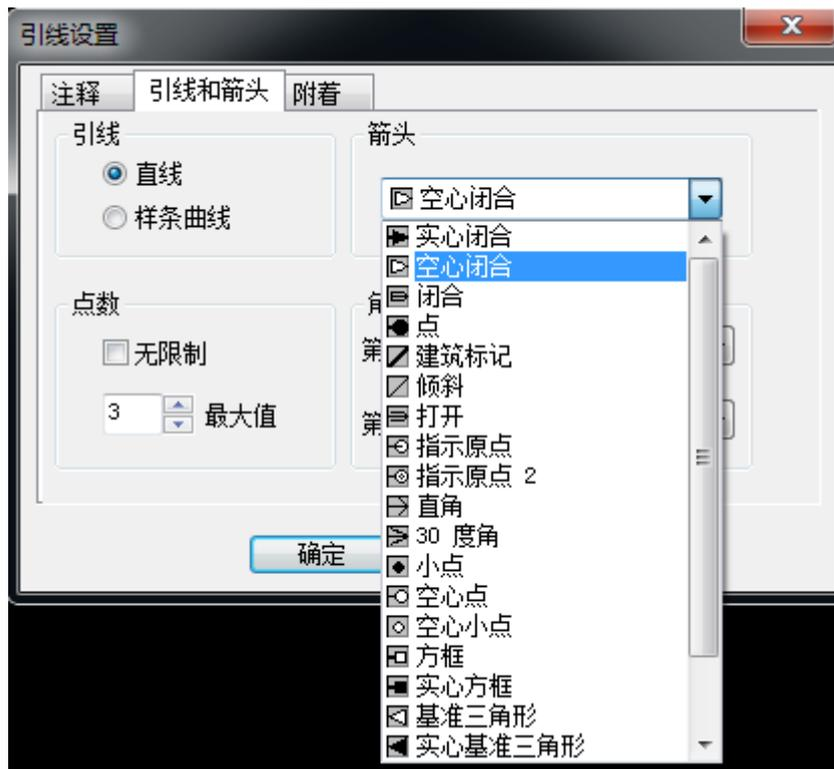

图 8-20 引线设置的“引线和箭头”选项卡及部分箭头样式
快速引线允许自定义引线和箭头的类型，如图 8-20 所示。选项卡中各项选项含义如下：
**箭头：**提供多种箭头类型，如图 8-20 右所示，选用"用户箭头"后，可以使用用户已定义的块作为箭头类型。